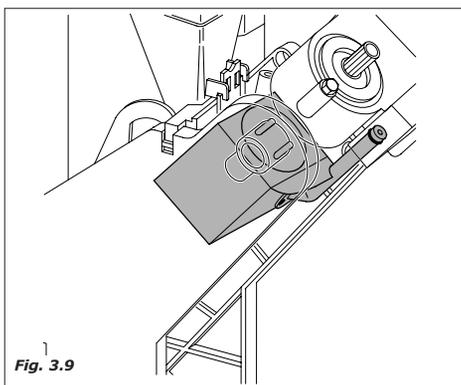

Fig. 3.9
- ativa-se a bomba que distribue a quantidade de água selecionada, e controlada pelo apósito dispositivo eletrónico (contador volumétrico), puxando pelo tanque café (*Fig.3.9*).
- ativa-se novamente o motoreductor grupo café para levá-lo em posição de descanso; durante este movimento vem também expelida a pastilha de café usada (*Fig.3.9*).